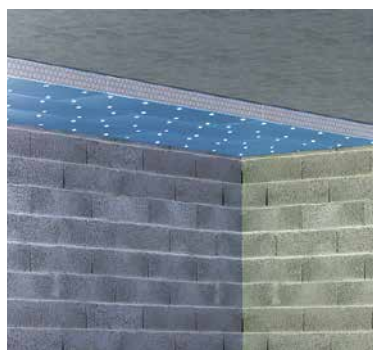
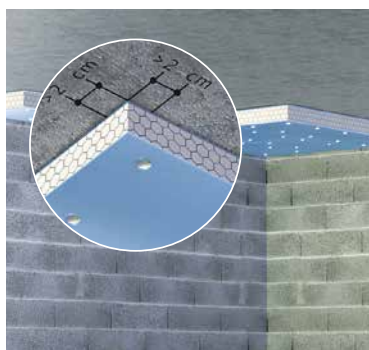
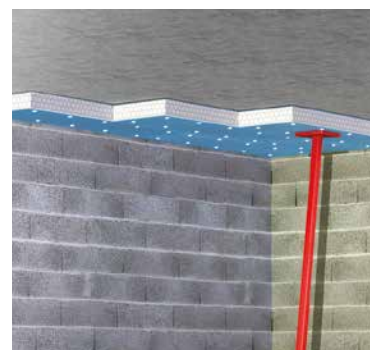

Fig. 18 : Fixation mécanique directe
Fig. 19 : Perçages et fixations des panneaux
Fig. 20 : Mise en place et fixation des panneaux
- Mise en place des panneaux : les panneaux sont posés bord à bord à joints serrés et décalés (fig. 18). La pose du 1er panneau s'effectue dans un angle (fig. 19 et 20). Pour les panneaux à sous-face décorative, on prendra soin d'effectuer un calepinage précis afin de répartir au mieux les joints et les coupes.
En règle générale, les fixations sont au nombre de 8 au m2 et doivent être positionnées à 10 cm minimum des bords des panneaux (fig. 19). Le perçage se fait après mise en place du panneau contre le support, tandis que celui-ci est maintenu en position haute (fig. 20). La mise en place des fixations se fait à l'aide d'un marteau pour les chevilles à frapper. Pour les solutions à visser, vous pouvez utiliser le perforateur ou une visseuse.